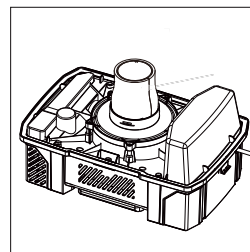

FIG. 4
- Retire el filtro del cartucho y sustitúyalo por el filtro de espuma si hace recogidas en húmedo. (Fig. 4)